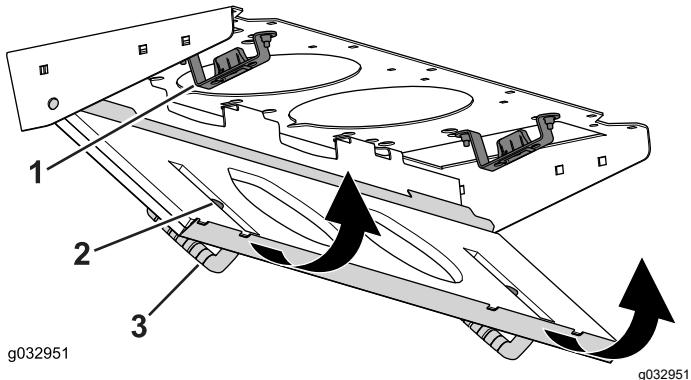

Figure 83
- 4. Faites pivoter le filtre sur les languettes jusqu'à ce que le pêne s'enclenche dans la gâche (Figure 83).